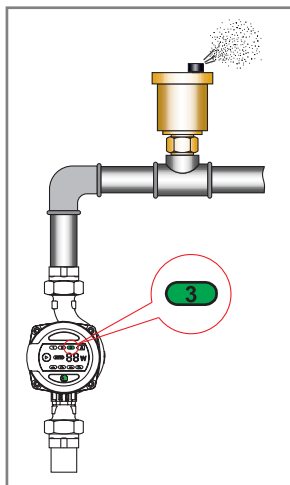

Рис.5 Удаление воздуха из корпуса насоса.
6.3.3. Для быстрого удаления воздуха из насоса, переведите его на короткое время (зависит от типа и размеров системы) в режим работы с постоянной максимальной скоростью (III) (см. Рис.5).